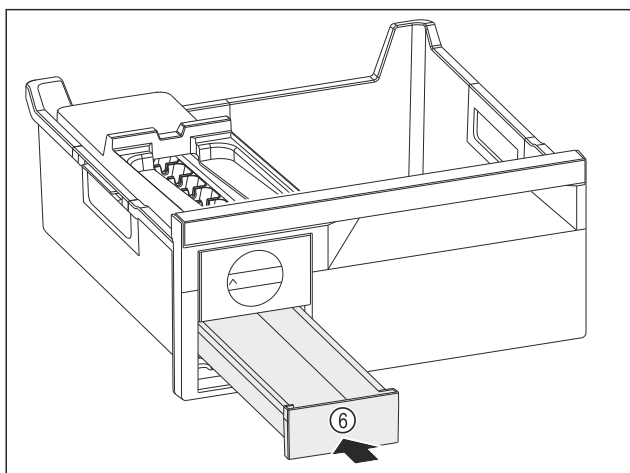

Fig. 111
- Skjut in iskublådan Fig. 111 (6).